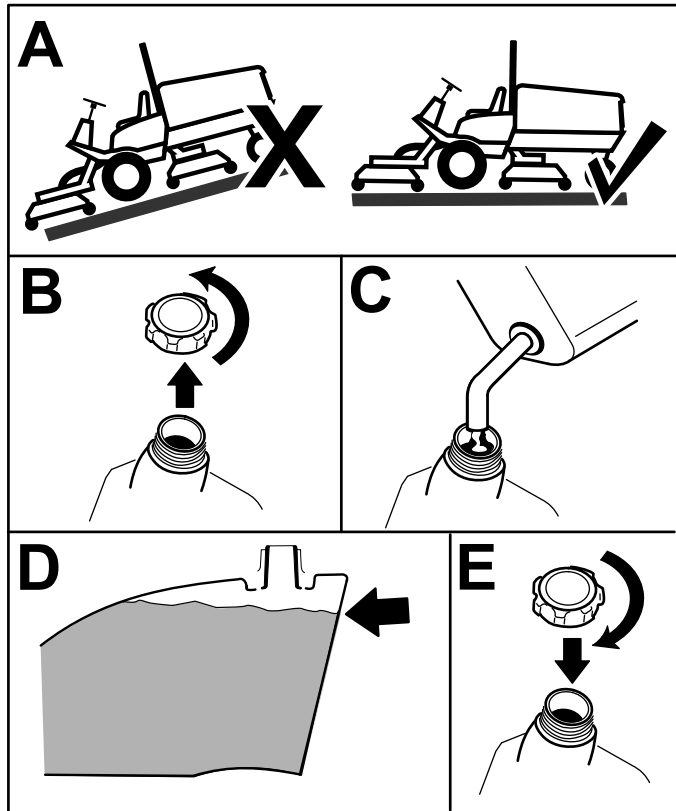

Figure 18
1. Garez la machine sur un sol plat et horizontal (Figure 18).
2. Retirez le bouchon du réservoir de carburant (Figure 18).
3. Remplissez le réservoir jusqu'à ce que le niveau de carburant se situe entre 6 et 13 mm en dessous de la base du goulot de remplissage (Figure 18).
4. Revissez solidement le bouchon du réservoir de carburant après avoir fait le plein (Figure 18).